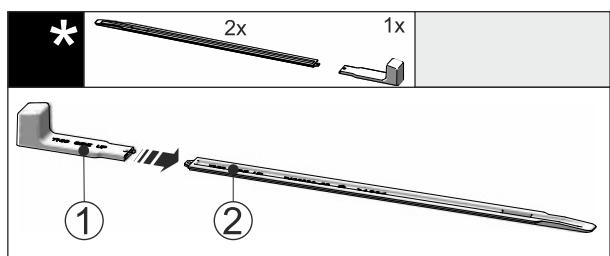

Fig. 54
- ▶ Поставете монтажната дръжка Fig. 54 (1) на нивелиращата релса Fig. 54 (2).